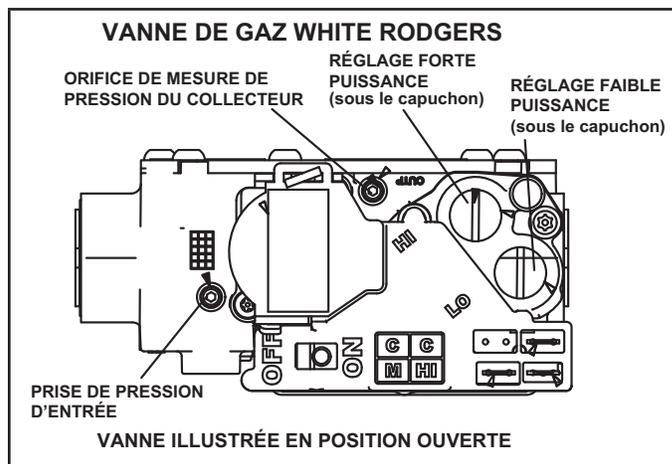

FIGURE 62
### Fonctionnement de la vanne de gaz (FIGURE 62)
- 6 - Mettre le contacteur de la vanne de gaz sur «OFF». Voir FIGURE 62.
- 8 - Mettre le contacteur de la vanne de gaz sur «ON». Voir FIGURE 62.
Une connexion située sur la vanne de gaz permet d'accéder à la pression d'alimentation. Voir FIGURE 62. Dévisser la vis à tête hexagonale de 3/32 d'un tour, brancher un tube de 5/16 po et brancher un manomètre pour mesurer la pression d'alimentation. Voir le TABLEAU 25 pour la pression de la conduite d'alimentation.
Une connexion située sur la vanne de gaz permet d'accéder à la pression du collecteur. Voir FIGURE 62. Dévisser la vis à tête hexagonale de 3/32 d'un tour, brancher un tube de 5/16 po et brancher un manomètre pour mesurer la pression du collecteur.
- 5 - Au besoin, faire les ajustements nécessaires. La FIGURE 62 indique l'emplacement des vis de réglage des puissances mini et maxi.